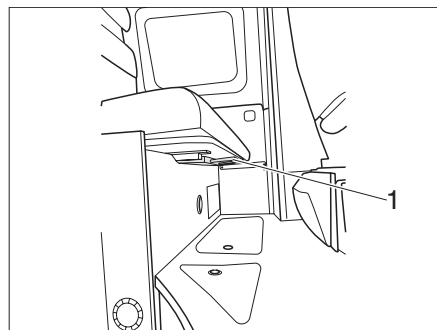

Fig. 39 Spostare il divanetto
- ▶ Afferrare la leva (Fig. 39,1) sotto il sedile e tirarla in avanti.
- ▶ Rilasciare la leva (Fig. 39,1).